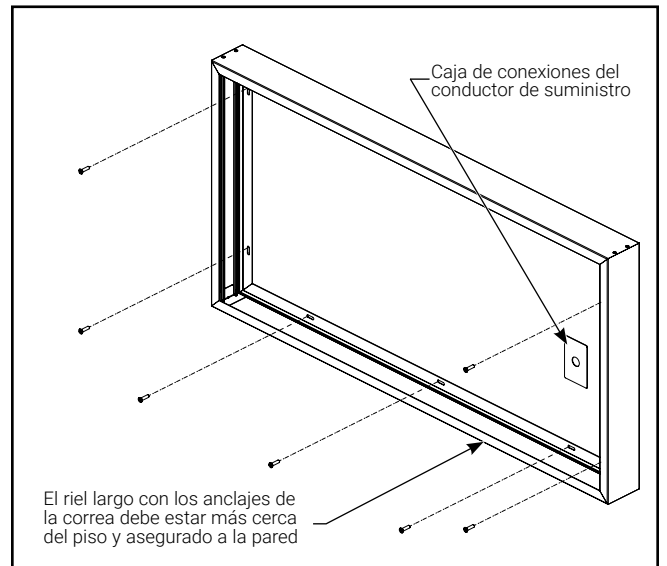

Figura 13.
**Nota 1:** El riel largo con los anclajes de la correa instalados debe estar más cerca del piso. (Figura 13.)
**Nota 2:** Se recomienda montar la caja de modo que la caja de conexiones del conductor de suministro esté ubicada en un extremo de la caja. Esto asegurará que haya suficiente espacio libre dentro de la caja para un exceso de conducto de metal flexible. (Figura 13.)
B3. Fije la caja a la pared utilizando los hardware apropiados (no incluidos) para asegurar ambos rieles cortos y el riel largo inferior con los anclajes de la correa instalados en la superficie. Asegúrese de que la caja permanezca cuadrada durante el montaje. El espacio de las ranuras de montaje es de 16 pulgadas de centro a centro. (Figura 13.)